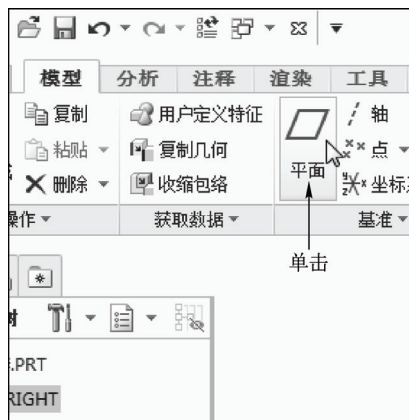

图 5-4 单击“平面”按钮
STEP 02 在功能区选项板的“模型”选项卡中, 单击“基准”面板中的“平面”按钮, 如图 5-4 所示。